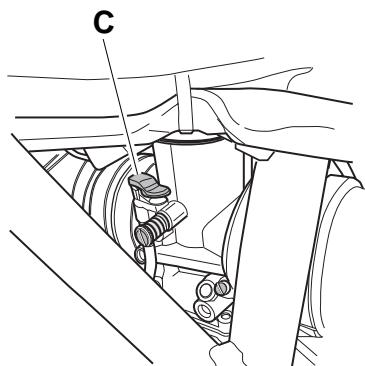

Fig. 11
2. Riscaldare il motore accelerando leggermente finché il motore giri senza bisogno di starter (**C**)-Fig.11.
2. Warm up the engine with a little throttle, until it runs smoothly with the starter off (C)-Fig.11.
2. Den Motor mit wenig Gas wärmfahren, bis er ohne Starter einwandfrei rundläuft (C)-Abb.11.
2. Avec un peu de gaz, faites monter la température du moteur jusqu'à ce qu'il tourne uniformément sans starter (C)-Fig.11.